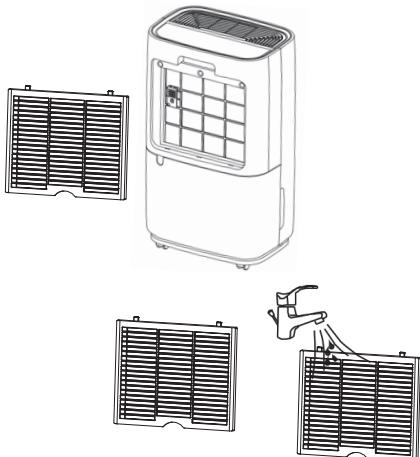

Рис. 5
10. Чистка фильтра (Рис. 5). Достаньте фильтр, промойте его в мыльной воде, прополосните в чистой воде, высушите и вставьте на место. В среднем, необходимо проводить чистку фильтров не реже чем раз в две недели при постоянном использовании. иначе производительность прибора может снизиться.